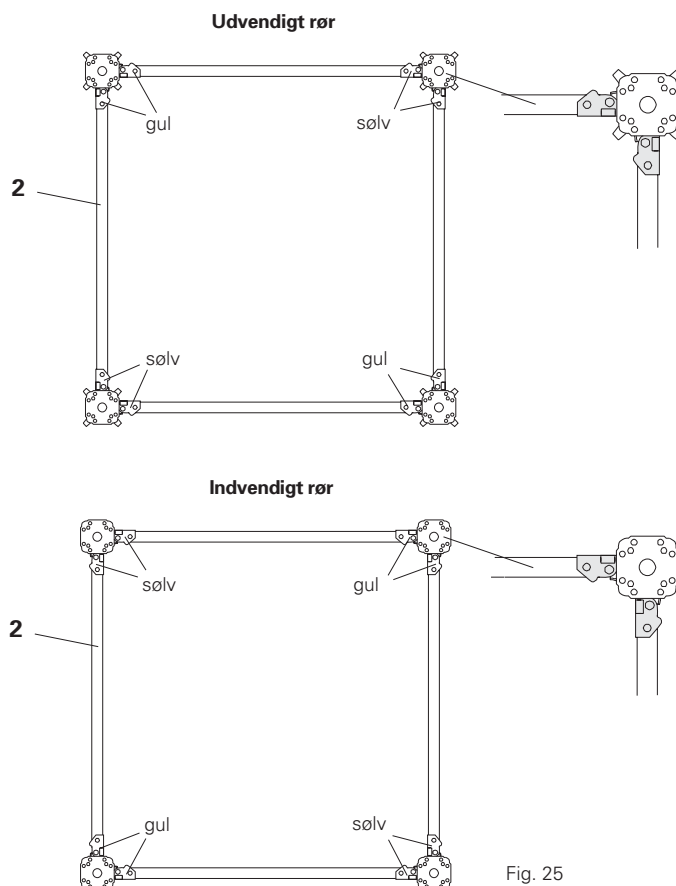

Fig. 25
– Monter hegn MRK **2** på inderrøret i modsat ende af yderrøret. Derved skifter farven på kilelåsene på røret. **Fig. 25**